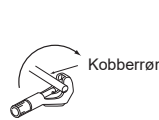

Fig. 1
- Avløpsstrøpen må vende nedover for enkel tappelyt. (Fig. 1)
- 1) Kutt kobberrøret korrekt med rørkutter. (Fig. 1, 2)